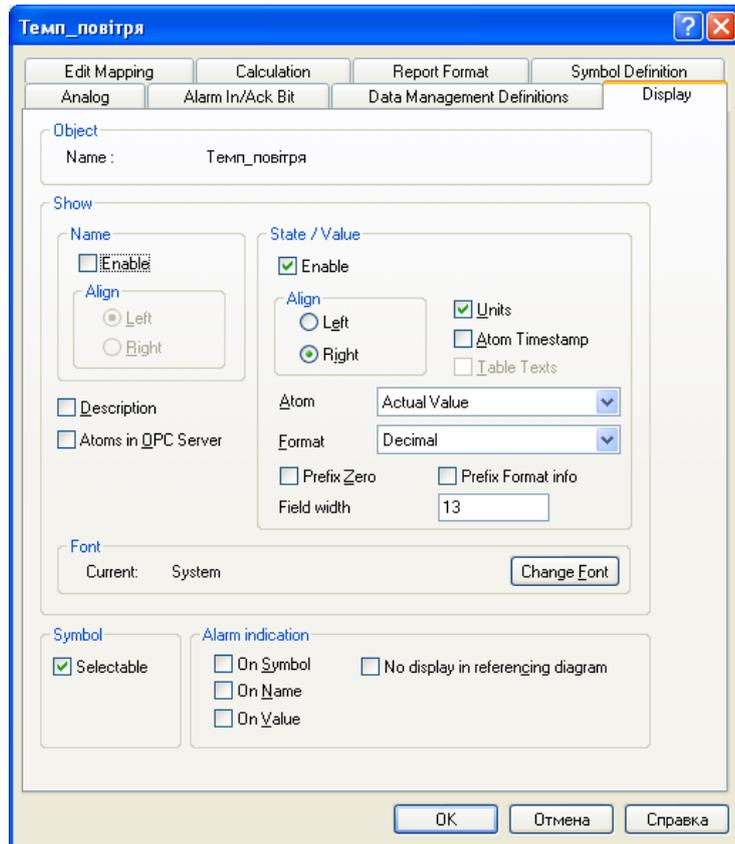
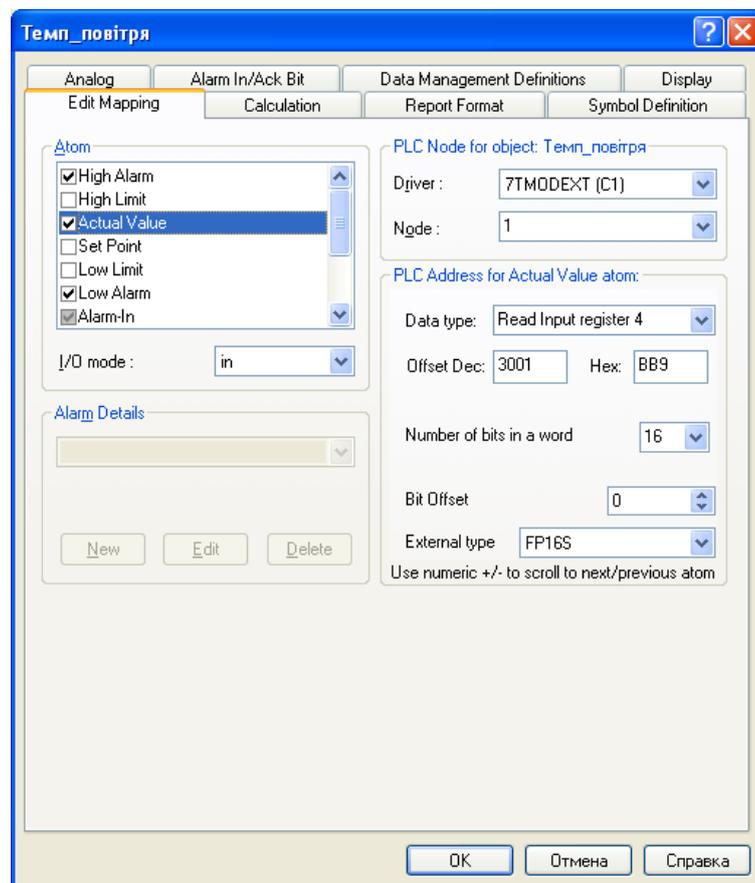

Рис. 7. — Закладка **Display** об'єкта Темп_повітря
Рис. 8. — Закладка **Edit Mapping** об'єкта Темп_повітря
- 8 На основе шаблона «Температура» создадим два аналоговых объекта. Для этого правой кнопкой мыши (ПКМ) нажимаем по диаграмме и выбираем контекстное меню **New->Analog Elements**. В появившемся окне **Object Browser** по дереву выбираем ветку **Analog->Температура**, вводим имя переменной **Темп_повітря** и нажимаем **OK**. Таким образом, мы создали аналоговый объект на основе аналогового шаблона. В появившемся окне свойств объекта **Темп_повітря** на закладках **Analog** и **Data Management Definitions** ничего не изменяем. Закладку **Display** конфигурируем аналогично, как показано на рис. 7. На закладке **Edit Mapping** выбираем атом **High Alarm**, I/O mode выбираем **local**, на поле **Atom details** нажимаем кнопку **New** и в появившемся окне в поле **Alarm text** вводим: *Максимальна температура приточного повітря*. Далее жмем кнопку **OK**. Аналогичные операции проделываем с атомом **Low Alarm**, а в поле **Alarm text** вводим следующее: *Мінімальна температура приточного повітря*. Далее на этой закладке выделим атом **Actual Value**, справа из выпадающих списков выбираем соответствующие драйвер, узел, тип данных (4) и указываем адрес (3001) ячейки в памяти контроллера, которая содержит значение температуры приточного воздуха. На рис. 8 показана закладка **Edit Mapping** объекта **Темп_повітря**.
Закладку **Display** конфигурируем аналогично, как и для объекта Темп_повітря (рис. 7).